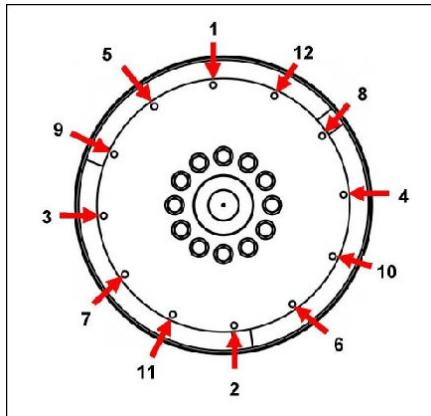

РИС. 18. ПОСЛЕДОВАТЕЛЬНОСТЬ КРЕПЛЕНИЯ
10. Извлеките установочные штифты. Установите на место болты муфты, поместив под их головками усиленные стопорные шайбы. Затяните болты крепления диска муфты к маховику, соблюдая последовательность, указанную в Рис. 18 на стр. 38.